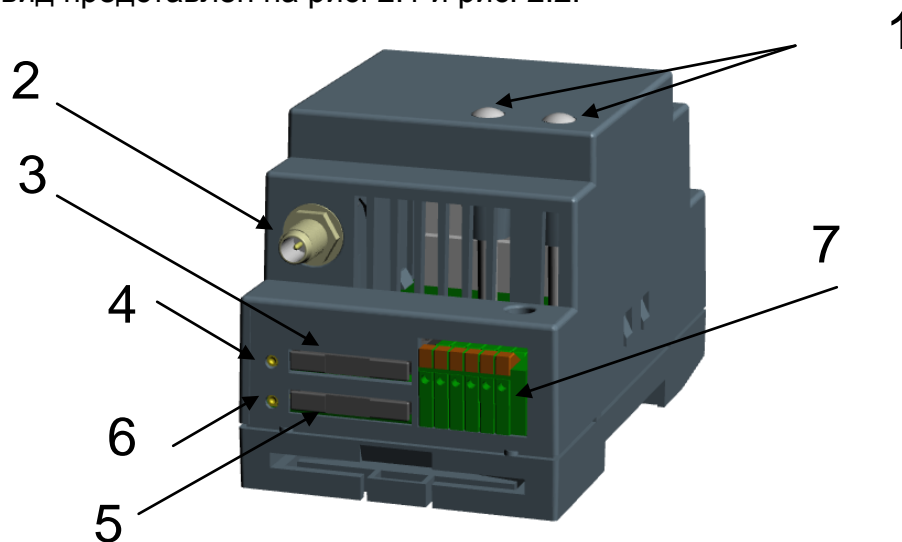
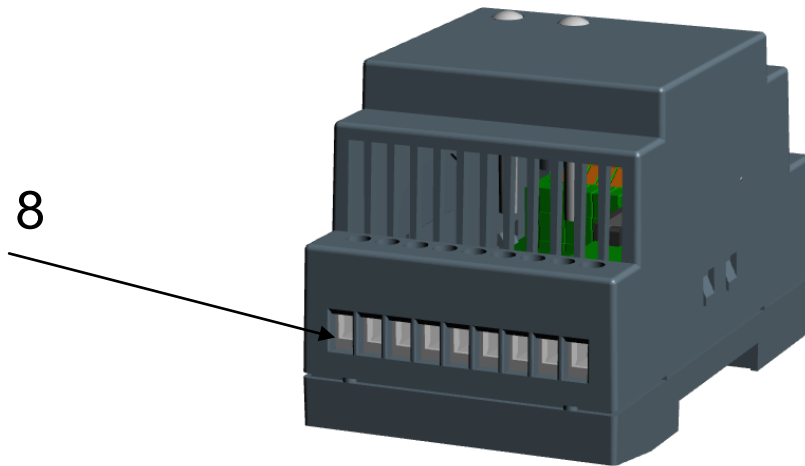

Рис. 2.1 Вид спереди
Рис. 2.2 Вид сзади
Внешний вид представлен на рис. 2.1 и рис. 2.2.
- достать лоток SIM-карты 1, нажав на кнопку извлечения лотка SIM-карты (см. рис. 2.1);